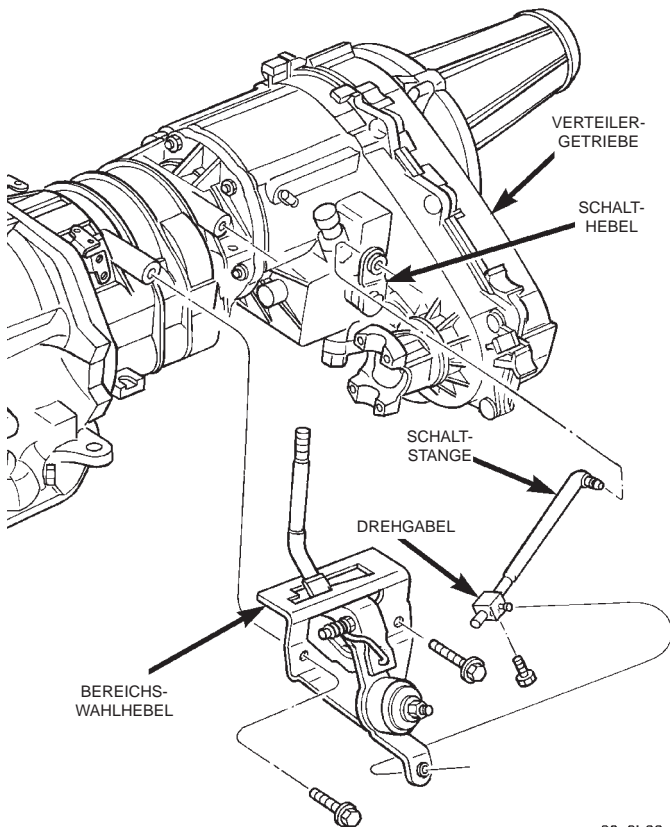

Abb. 3 Bereichswahlhebel
- (1) Das Verteilergetriebe auf 4L schalten.
- (2) Die Kappe vom Schaltknäuf des Bereichswahlhebels abnehmen.
- (3) Die Befestigungsmutter lösen, mit der der Schaltknäuf auf dem Bereichswahlhebel befestigt ist.
- (4) Den Schaltknäuf abnehmen.
- (5) Das Fahrzeug anheben und sicher abstützen.
- (6) Die Sicherungsschraube der Drehgabel lockern und die Schaltstange aus der Drehgabel schieben (Abb. 3). Läßt sich die Stange nicht weit genug verschieben, um von der Drehgabel gelöst werden zu können, die Drehgabel vom Bereichswahlhebel abbauen.